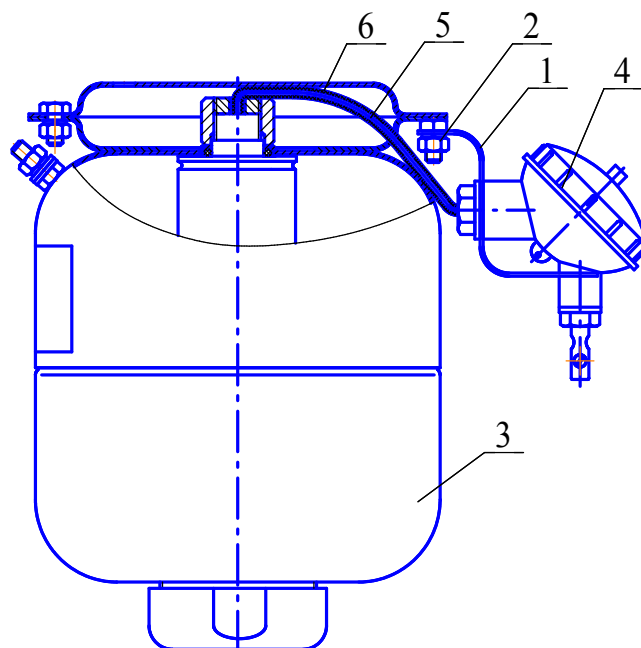

Рисунок 3
4.3.1.1 На кронштейне 1, закрепленном гайкой 2 на корпусе МПП 3 (см. рисунок 3), установлен электронный узел запуска (устройство пусковое температурное) 4. Вывода 5 элемента электропускового ИХГ, вставленные в трубку ПВХ 6, через гермоввод соединены с электронным узлом запуска 4.
6.4.2 Гайкой 2 (см. рисунок 3) закрепить на корпусе МПП кронштейн 1.
6.4.3 С корпуса 1 электронного узла запуска (см. рисунок 5) открутить крышку 2 и винт 3. Через отверстия винта 3, кронштейна 1 (см. рисунок 3) в гермоввод электронного узла запуска ввести провода элемента электропускового ИХГ и при необходимости ШПС. Винтом 3 согласно рисунку 3 закрепить на кронштейне электронный узел запуска.